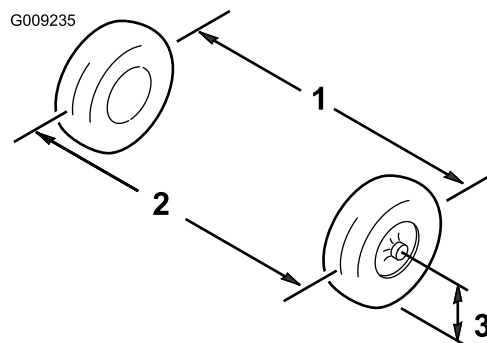

図 33
3. 前輪の前と後ろで、左右のタイヤの中央線間距離を測る；計測はアクスルの高さで行う (図 33)。